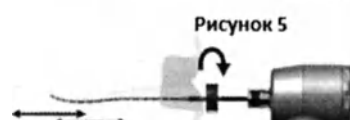

Рисунок 5
8. Используйте XP-endo Finisher в течение примерно одной (1) минуты, выполняя медленные осторожные движения на 7-8 мм для контакта с полной длиной канала (Рисунок 5). Совершайте пристеночные движения в ходе процедуры. Находясь внутри канала, будьте осторожны.